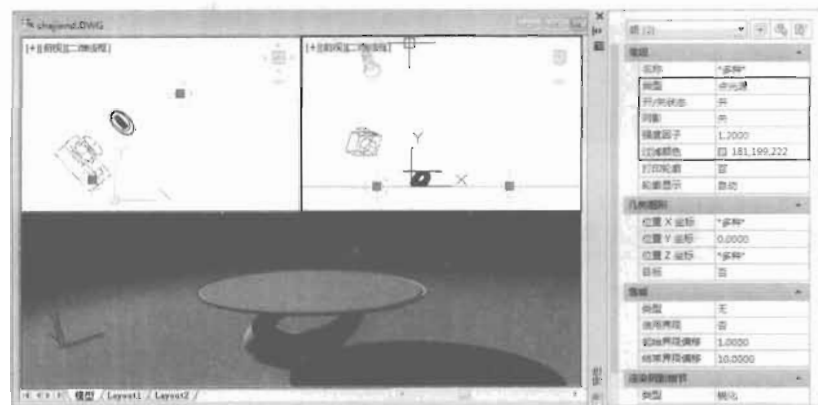

图 15-111
(5) 执行“视图>渲染>光源>新建点光源”菜单命令，在场景中创建两个点光源作为辅助光和背景光，灯光大体位置和参数设置如图 15-111 所示。